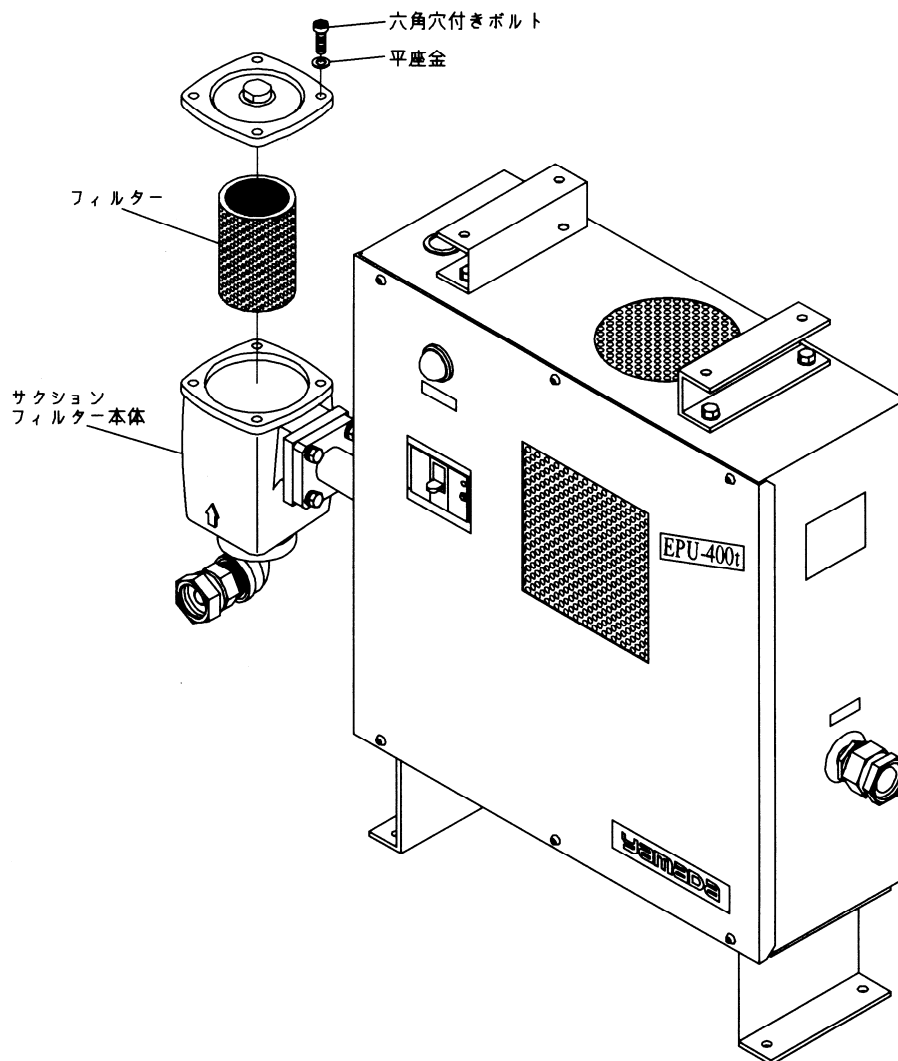

Fig. 5
■ フィルターの取り外し (Fig. 5)
■ フィルターの取り付け (Fig. 5)